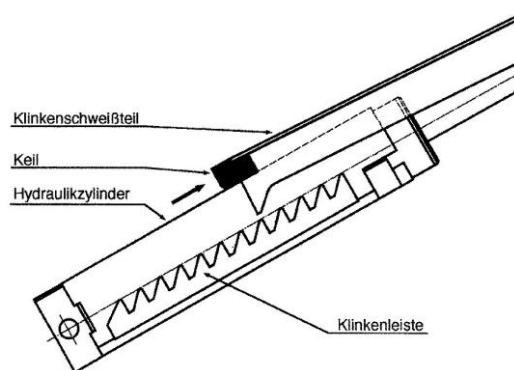

Bild 3: Keil einlegen
- Die Sicherheitsklinke manuell anheben. D.h. Es muß ein geeigneter Gegenstand (z.b. Keil siehe Bild 3) zwischen den Hydraulikzylinder und den Klinke gelegt werden. Der Zahn der Klinke kann dadurch nicht mehr einrasten. Diese Maßnahme muß an beiden Hydraulikzylindern vorgenommen werden.